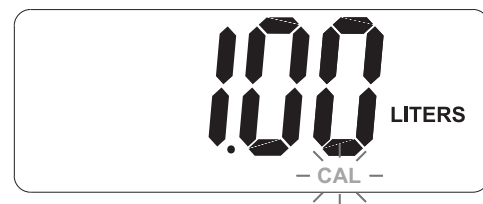

FIG. 12 Calibración completa
- b. Mantenga pulsada la tecla TOTAL hasta que aparezca en la pantalla 1.00 (FIG. 12). Con esto finaliza la nueva calibración.